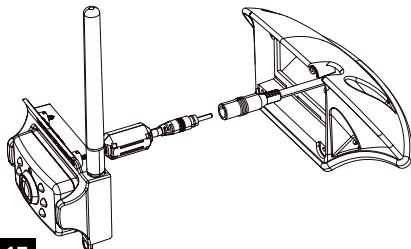

Fig. 17
9. Conecte el cable de alimentación de la cámara al cable de la cámara. [Fig. 17]